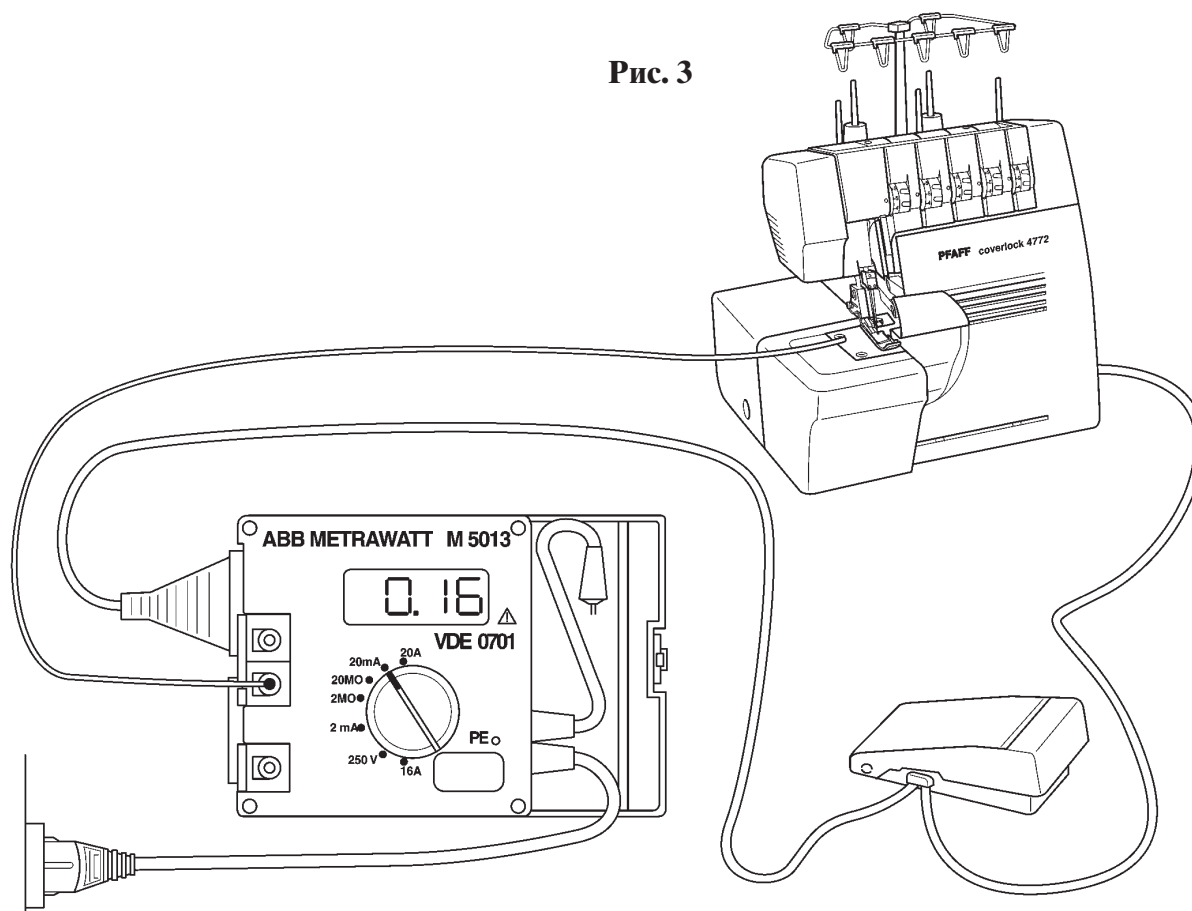

Рис. 4
- Переключатель диапазонов установить на “20 mA” (рис. 4).